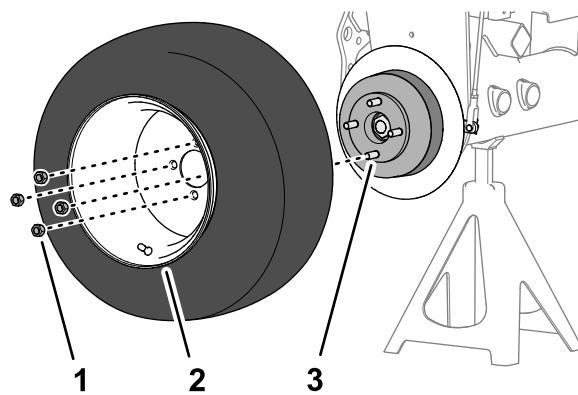

Figura 86
1. Monte la rueda en el cubo con las 4 tuercas de rueda (Figura 86), y apriete las tuercas a mano.